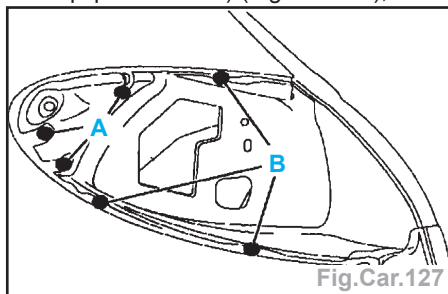

Fig.Car.127
- par points électriques (suivant A) (avec l'équipement AB1) (Fig.Car.127),